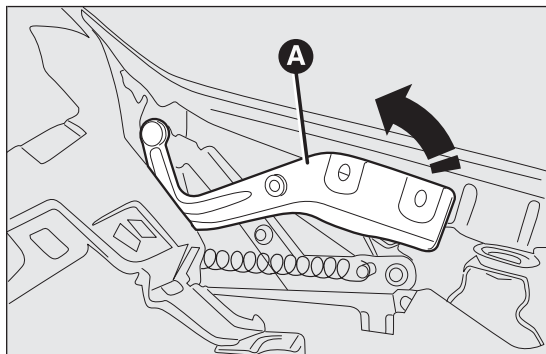

fig. 85
- ☐ levantar la varilla de soporte del capó del motor A fig. 85 y acompañarla hasta oír un chasquido que indica que está fijada;